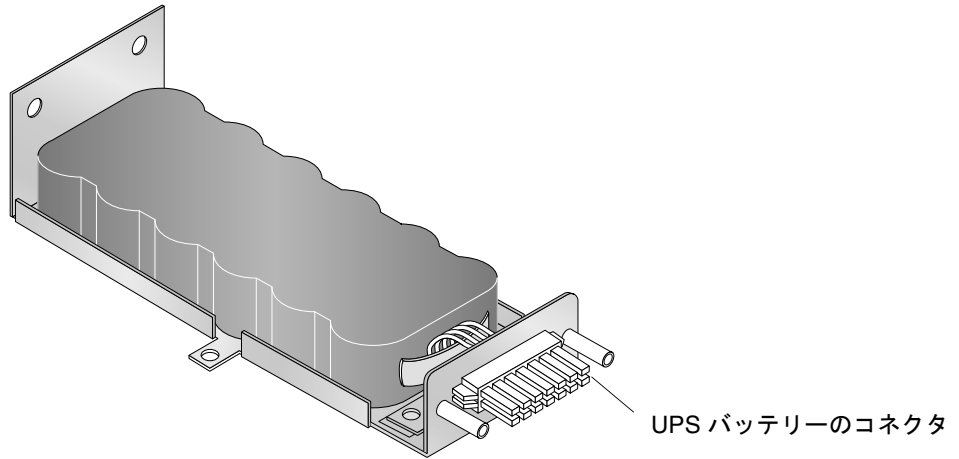

図 6-12 UPS バッテリー
5. 少し角度を付けて新しいバッテリーを差し込み、バッテリーのオスコネクタと電源 / ファン一体ユニットのメスコネクタを合わせます (図 6-12)。